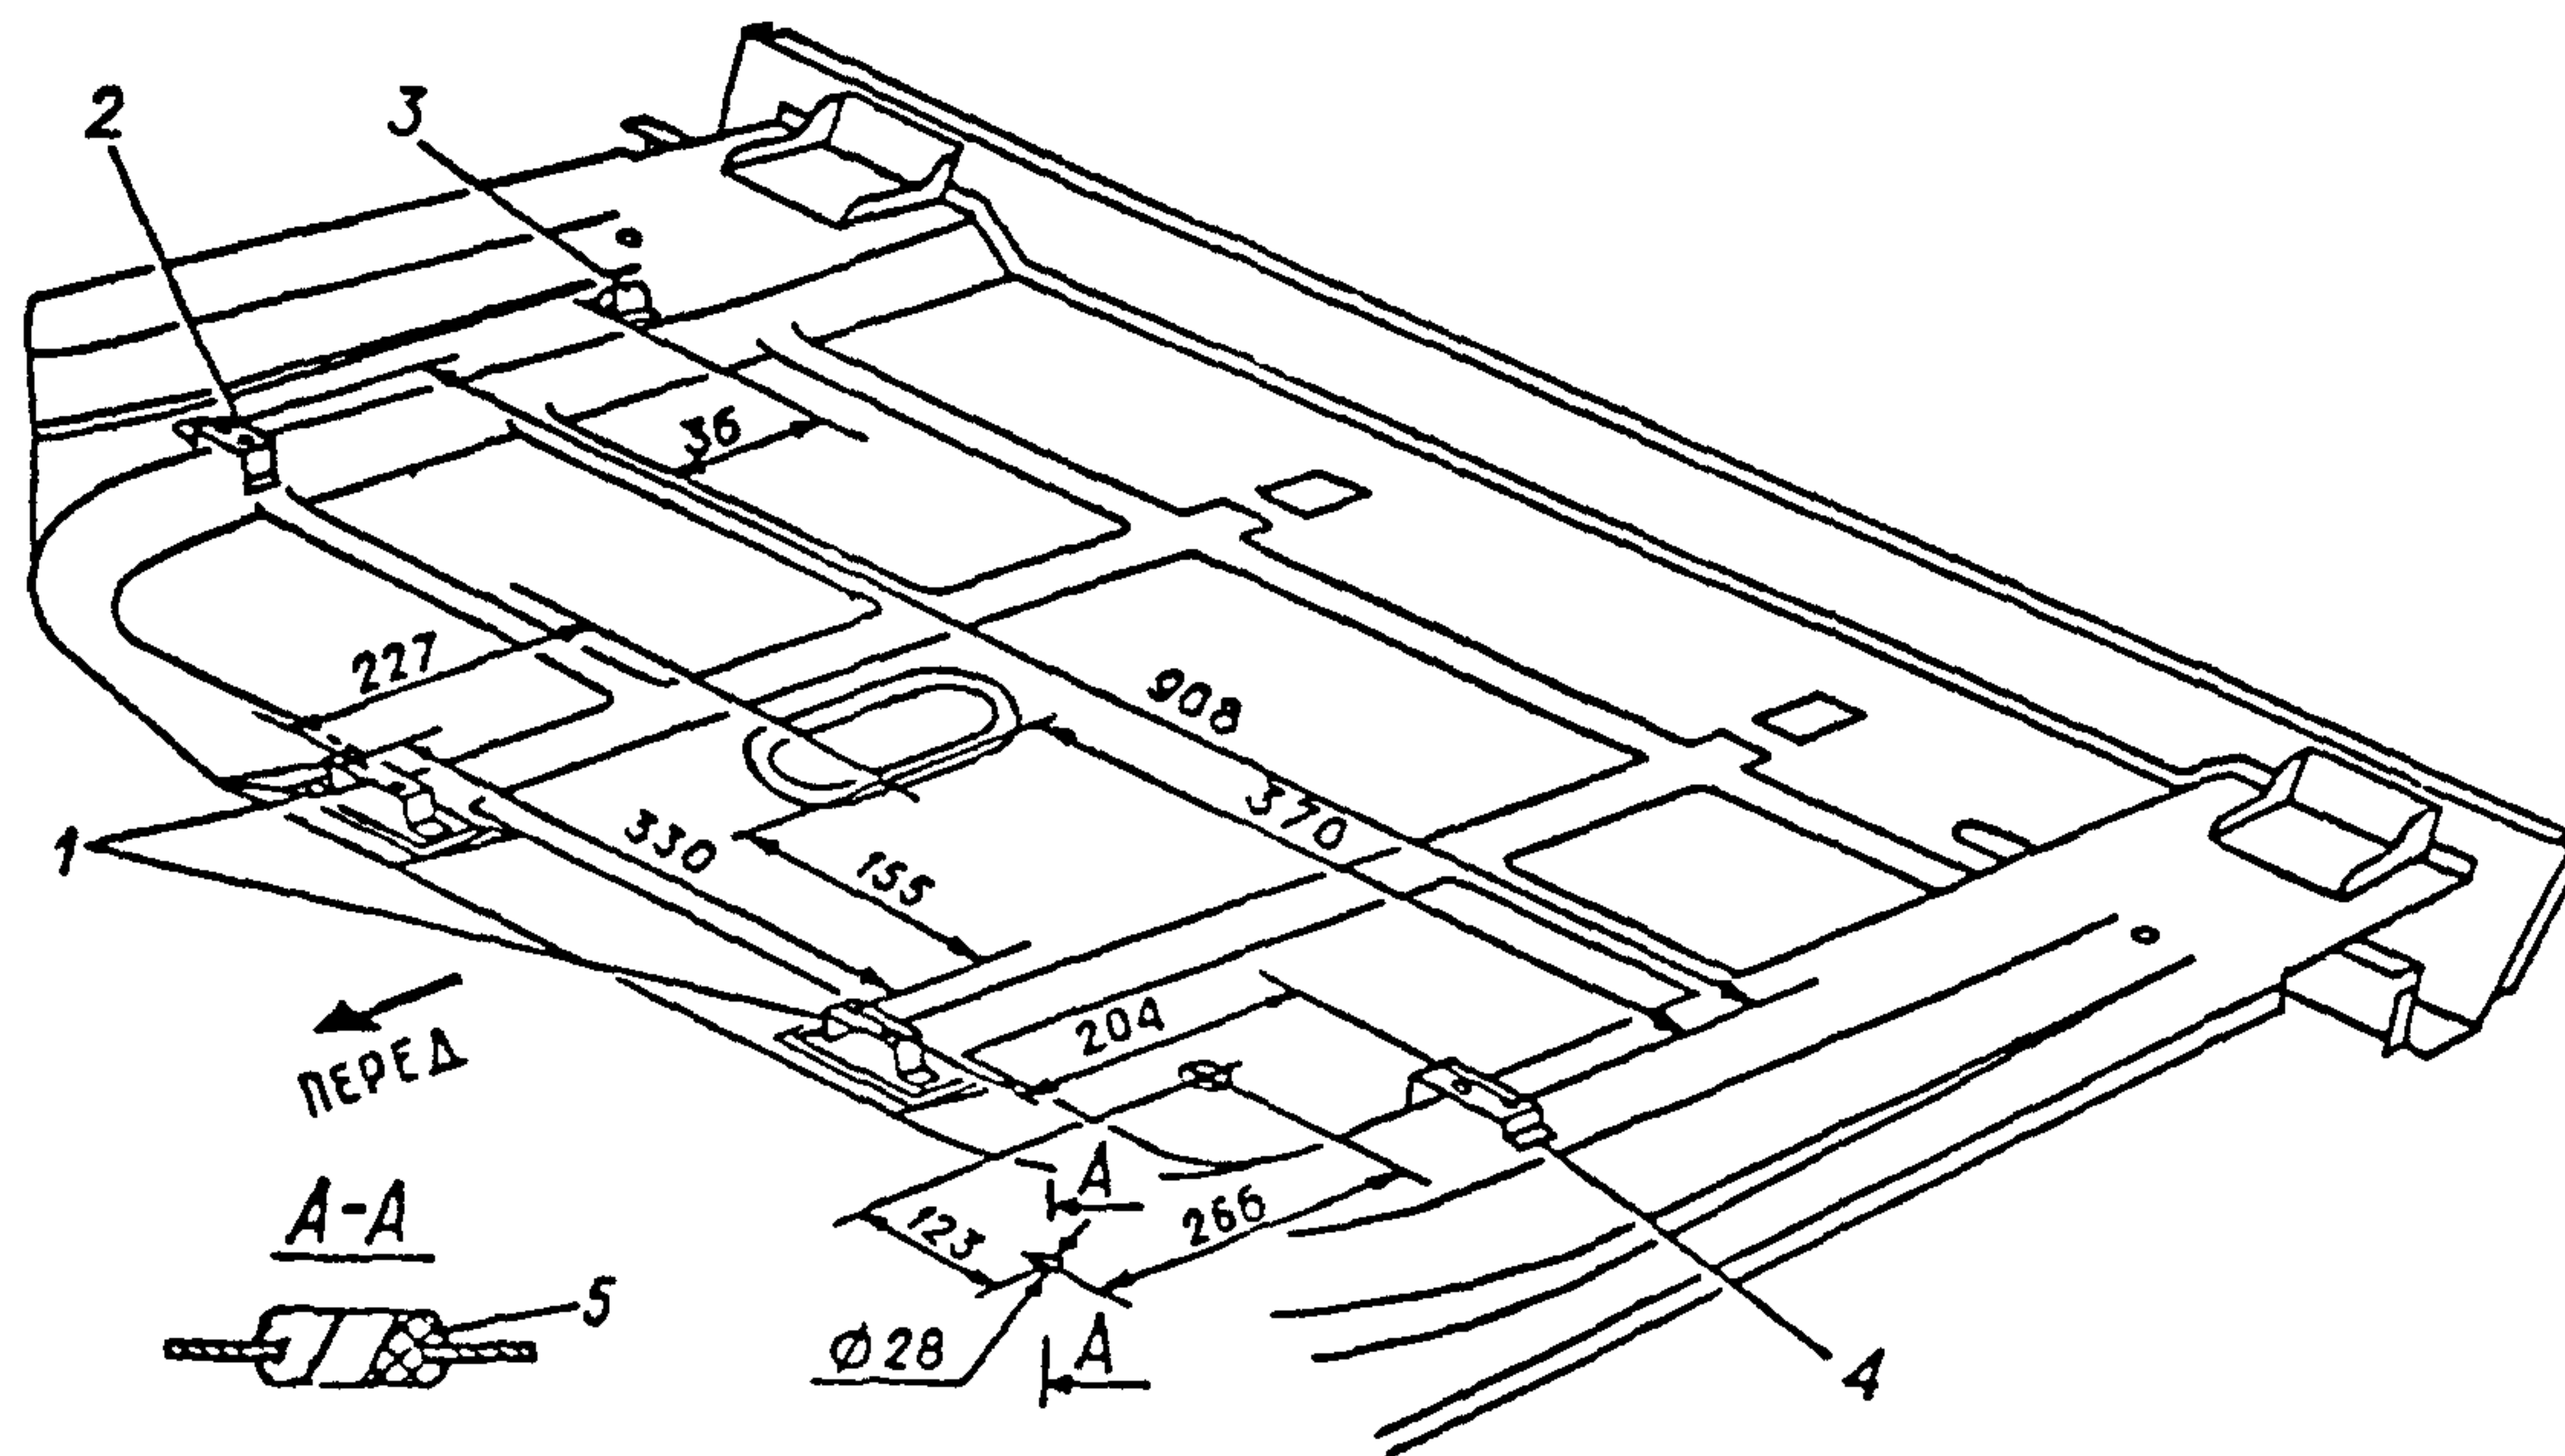
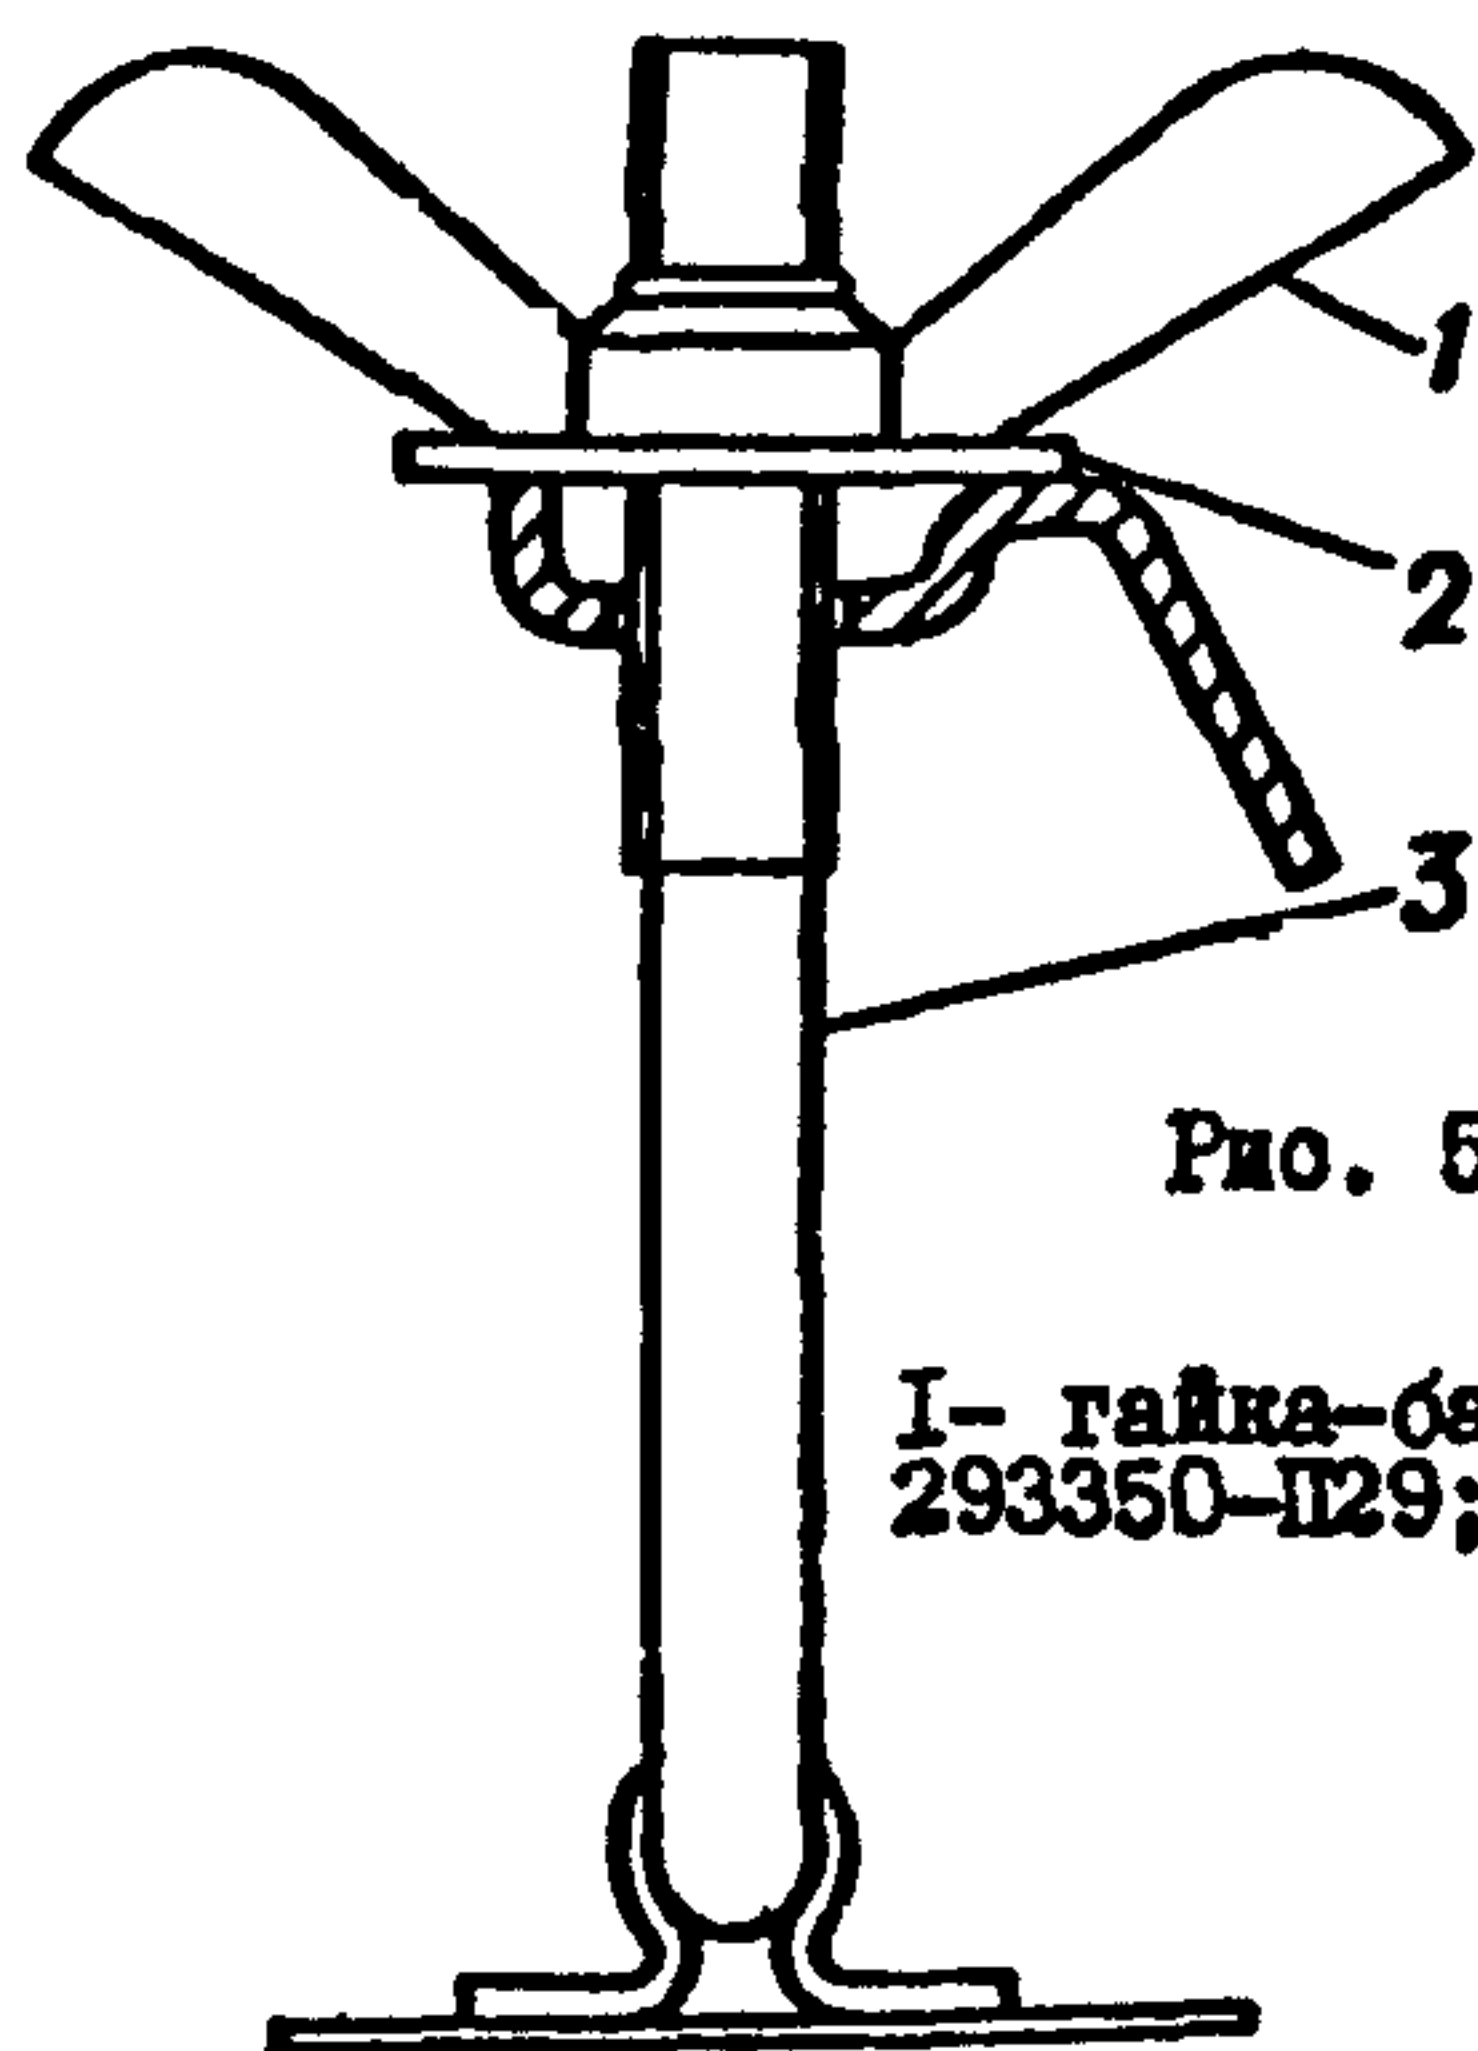

Рис. 5.13 Расположение усилителей в багажном отделении для крепления основания газового баллона
Рис. 5.24 Детали крепления запасного колеса
1) тщательно приварить по периметру дуговой сваркой (не допуская прожога пола) два усилителя I (рис.5.13) и усилители правый 2 и левый 4. Места приварки усилителей определить по размерам, приведенным на рис.5.13 или по предварительно собранному, как указано ниже, основанию газового баллона;
- 3) просверлить отверстие диаметром 28 мм как указано на рис.5.13 и вставить в отверстие резиновую втулку 5 для вывода под пол газового трубопровода высокого давления;
- 6) закрепить болтами основание газового баллона на приваренных усилителях 1, 2 и 4 (см. рис.5.13).
Для крепления запасного колеса в багажном отделении нужно вставить короткий конец стяжки 3 (рис.5.24) в приваренный кронштейн 3 (рис.5.13), а длинный конец ввести в одно из пяти крепёжных отверстий диска колеса. Зафиксировать колесо гайкой – барашком (см. рис.5.24).